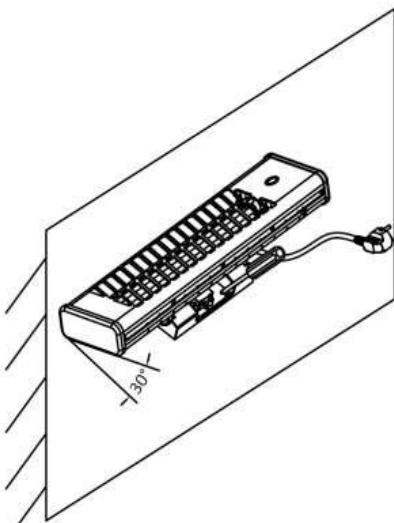

Imagen 6
- Oriente el aparato de calefacción del todo hacia arriba y apriete la parte inferior del soporte de pared con dos tornillos (ver imagen 6). El aparato de calefacción está ahora asegurado a la pared.